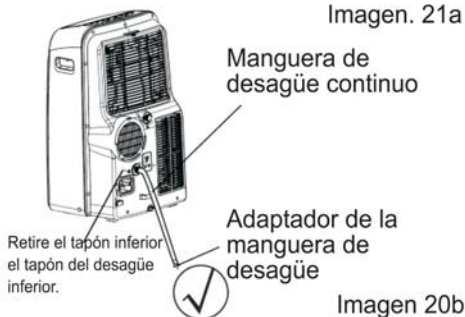

Imagen 20b
- En la función de la bomba de calefacción, retire el conector del desagüe inferior de la parte posterior de la unidad, instale el conector de desagüe (5/8 conector hembra universal de 5/8”), con manguera de 3/4” (comprado localmente). En los modelos sin conector de desagüe, solo instale la manguera de desagüe directamente en el adaptador de manguera. Coloque el extremo abierto del adaptador de manguera directamente sobre el área de desagüe en el piso de la base. Véase la Imagen 20b.